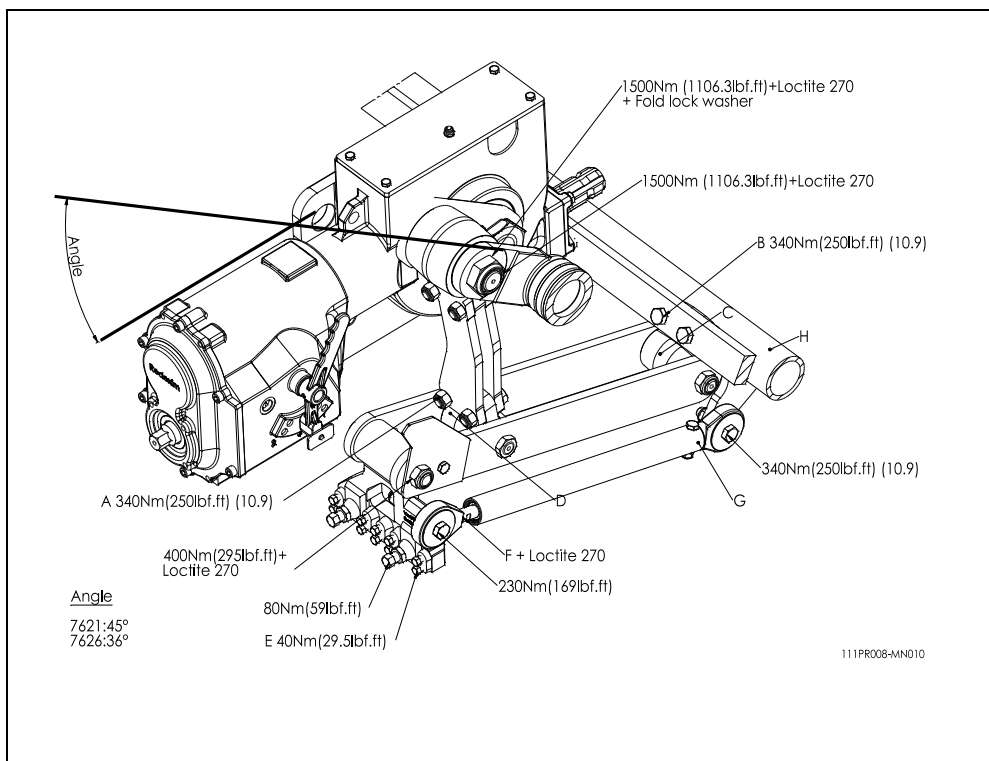

Fig. 15
La fig. 15 donne les moments de serrage des boulons/écrous les plus importants. Assurez-vous que les boulons et écrous dont les réglages ne sont pas indiqués, soient serrés tout comme des boulons et écrous comparables. Si des boulons et écrous se desserrent, on peut utiliser le produit Loctite pour les serrer.
14. Serrer l'écrou VIII en lui appliquant le moment de serrage indiqué sur la figure 15.
Utiliser de la Loctite comme indiqué sur la figure 15.
Au cas où un élément n'est plus aligné sur les éléments voisins, il est possible de rectifier l'alignement comme suit : (Voir fig. 15)